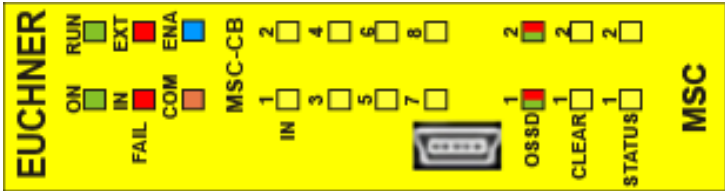

Fig. 16:
8.3.1. Módulo básico MSC-CB (Fig. 16)